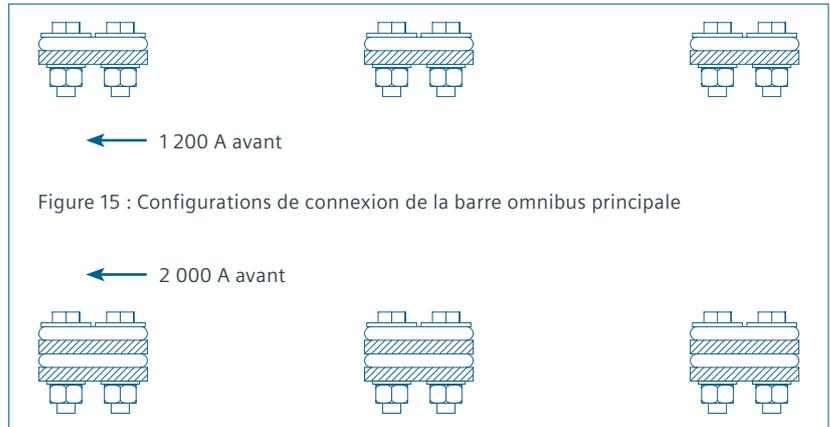
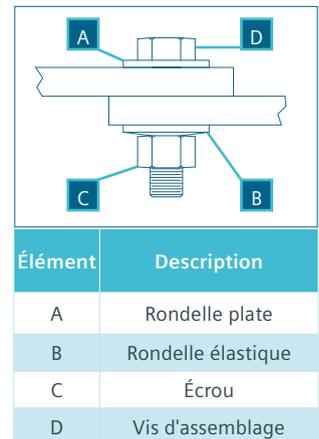

Figure 15 : Configurations de connexion de la barre omnibus principale
Figure 16 : Configurations de connexion de la barre omnibus principale
Lorsqu'une configuration de l'appareillage est divisée pour l'expédition, les connexions de la barre omnibus horizontale (principale) et de la barre omnibus de masse entre les groupes d'expédition doivent être effectuées lors de l'installation de l'équipement. Ces connexions boulonnées sont relativement simples à réaliser. Consulter la figure 15 : Configurations de connexion de la barre omnibus principale pour les configurations possibles; la figure 14 : Accès à la barre omnibus principale à la page 26 qui montre comment accéder à la zone de la barre omnibus principale; la figure 16 représente une connexion de barre typique tandis que la figure 17 montre les détails de connexion de la barre de masse.
6. Utiliser le matériel approprié, comme illustré à la figure 16. Une grosse rondelle plate est utilisée sous la tête de la vis à tête cylindrique tandis qu'une grande rondelle élastique est utilisée sous l'écrou. Ces rondelles assurent une répartition de force uniforme autour de chaque boulon, ce qui produit une connexion à faible résistance. Une valeur de couple appropriée produit une connexion de pression adéquate sans écoulement à froid.
7. Monter toutes les connexions, comme illustré à la figure 15. Configurations de connexion de la barre omnibus principale. Installer tout le matériel de la manière dont les connexions des barres ont été montées à l'usine. Le matériel doit être correctement aligné; sinon, vous pourriez ne pas réussir à installer les gaines d'isolation moulées (si fournies).